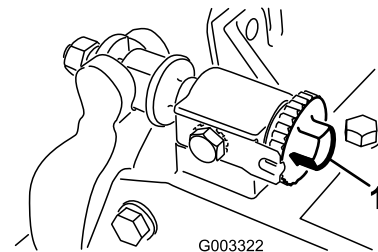

Figura 7
- A. Gire los tornillos de ajuste de la barra de asiento en sentido horario (Figura 7), un clic a la vez, hasta que note y oiga un contacto ligero.